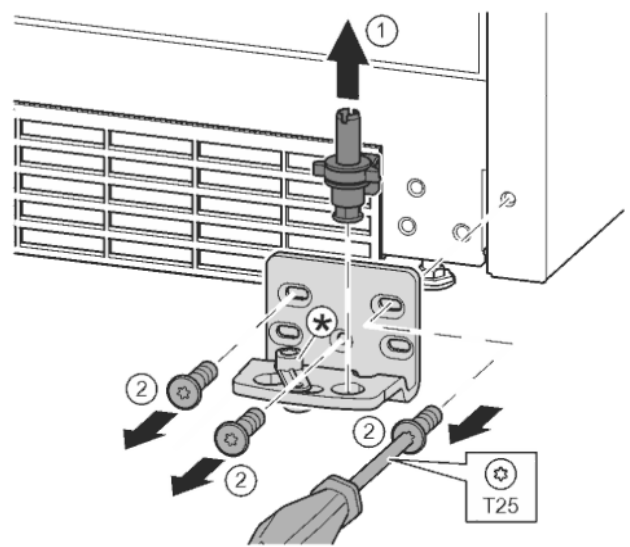

Fig. 10
- ▶ Lagerbouten compleet vanaf de bovenkant eruit trekken. Fig. 10 (1)
- ▶ Schroeven met schroevendraaier T25 eruit draaien en lagerbus eraf halen. Fig. 10 (2)